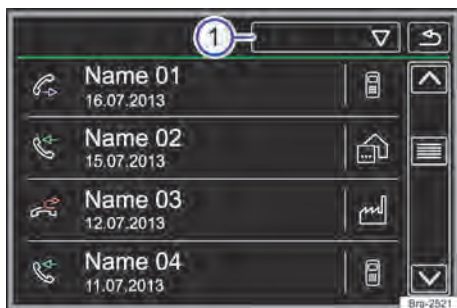

Fig. 128 Menu Chamadas (listas de chamadas).
Tocar na superfície de função  → Fig. 128 ①.